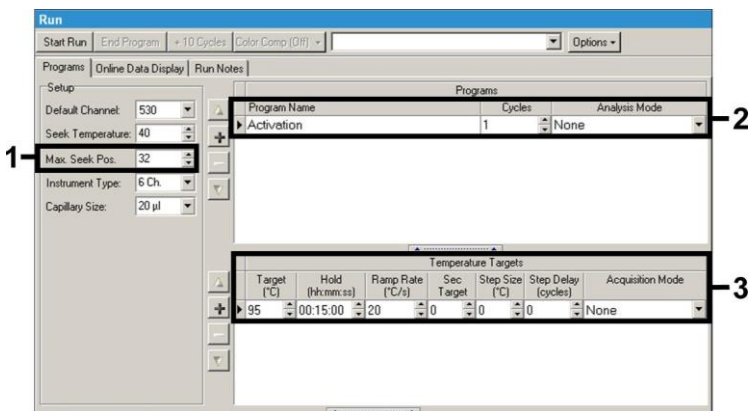

Fig. 6: Activación inicial de la enzima Hot Start.
A continuación, para la detección del ADN de *Borrelia* cree un perfil de temperatura en su sistema *LightCycler 2.0* acorde con los pasos siguientes (véase Fig. 6 - 8).
- A. Activación inicial de la enzima Hot Start Fig. 6
Asegúrese de introducir previamente el número de capilares para el ensayo de PCR (*Max. Seek Pos*, véase Fig. 6).